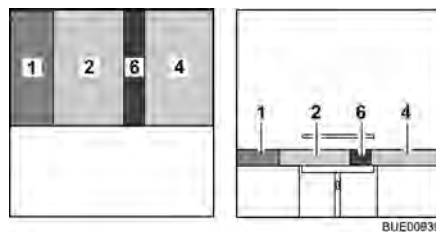

Bild 79 Efter ombyggnaden
- Lägg ryggdynan (Bild 79,1) mellan sittdynan och väggen.
- Lägg den extra dynan (Bild 79,6) mellan sittdynorna (Bild 79,2 och 4).